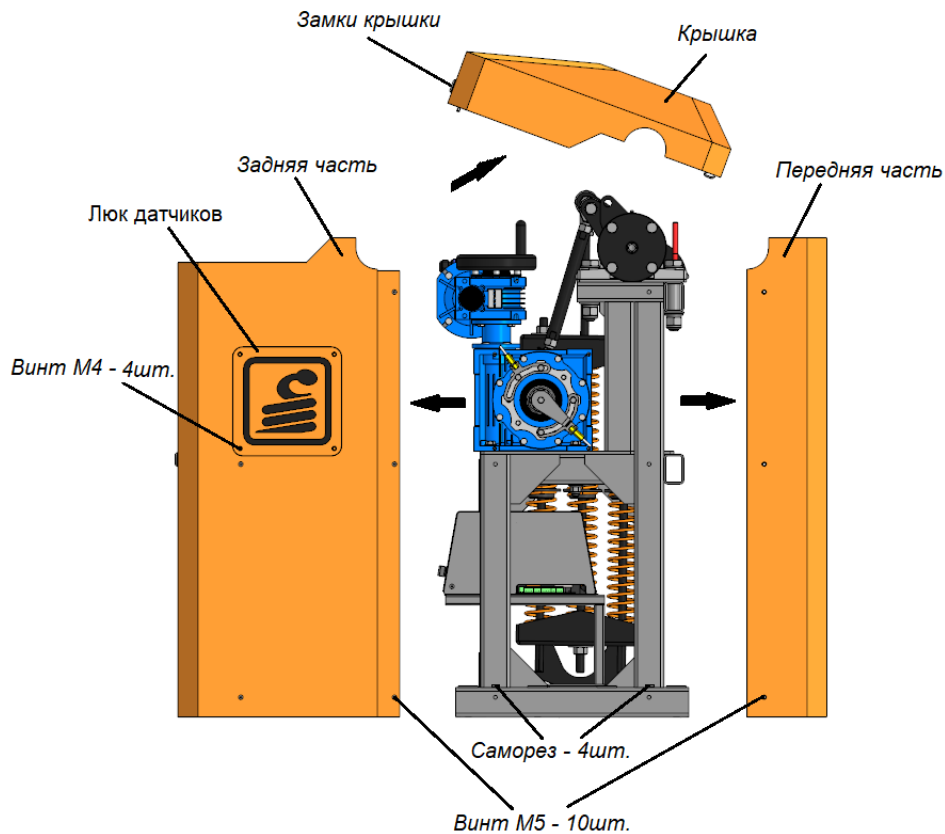
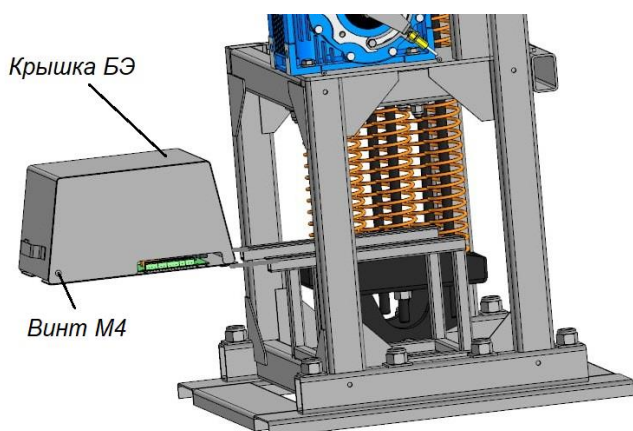
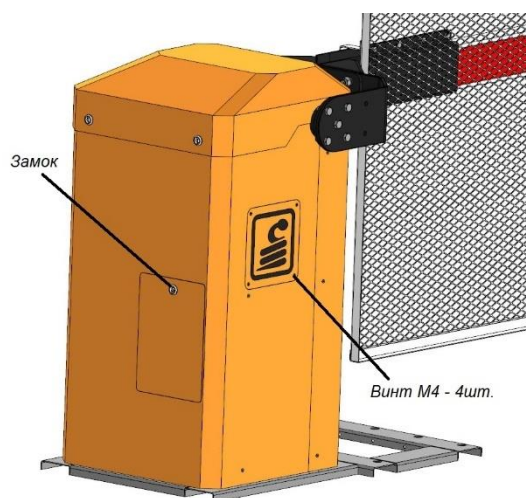

Рисунок 6
Рисунок 13
Рисунок 14
5.3.1. Перед монтажом шлагбаума необходимо снять кожух, для чего (Рис.6):
Блок электроники закреплен в тумбе шлагбаума (Рис. 13). Для снятия Крышки Блока электроники надо открутить винты М4 (Рис. 14).
Перед подключением шлагбаума к сети 220В необходимо закрепить Кожух шлагбаума на раму (см. Рис.6). Блок электроники выдвигается на салазках. В Кожухе шлагбаума предусмотрены Люки для доступа к Блоку электроники – фиксируется замком и к Датчикам - крепится винтами М4 (Рис.14).